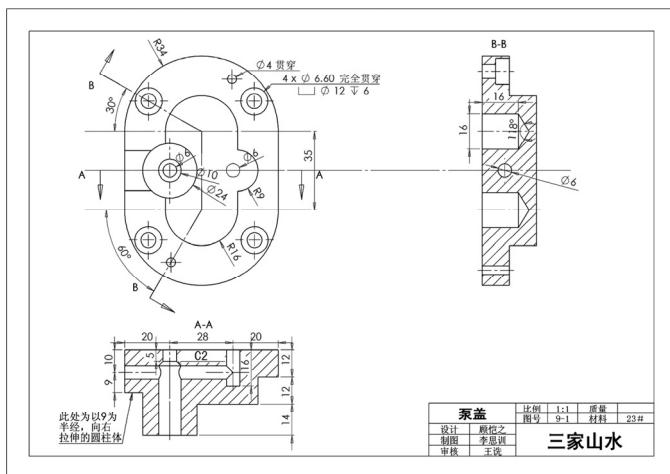

图 7-118 要创建的泵盖工程图
(2) 使用本章所学的知识，创建本书提供的素材文件“泵盖.sldprt”的工程图（图纸大小为 297×210），其效果如图 7-118 所示。